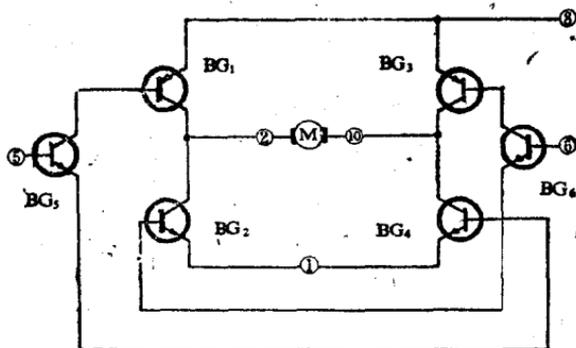

图1-3 用分立电路组成的驱动电路
脚为高电平⑤脚为低电平时，电机则反转。据此原理，图1-3所示的分立元器件电路即可实现其全部功能。在这个电路中，当⑤脚为高电平时，BG₅导通，BG₁、BG₄亦导通，电机②脚为正，⑩脚为负，电机M正转；同理当⑥脚为高电平时，BG₆导通，BG₂、BG₃亦导通，使⑩脚为正，②脚为负，电机M反转。用图1-3所示电路代替原驱动电路即可排除进出带的故障。